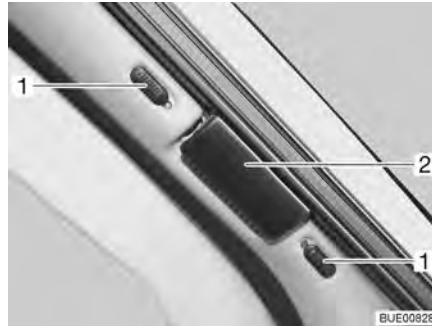

Fig. 22 Tendina oscurante pieghevole per il parabrezza
- Spingere verso l'esterno le due metà della tendina oscurante pieghevole del parabrezza per la maniglia (Fig. 22,2) fino all'arresto.
- Spingere i bottoni di bloccaggio (Fig. 22,1) verso il basso o verso l'alto. Quando il punto rosso è visibile, il bloccaggio è aperto.